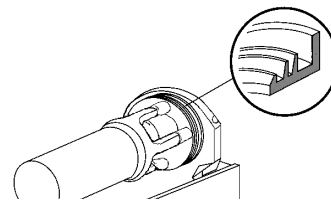

figura 13
- 2 Lubricar el pistón grifo, el rascador interior (en los puntos A, B y C indicados en la figura 13) utilizando solamente la grasa suministrada por el fabricante u otro grasa para uso alimenticio.
pared posterior (ver figura 13).